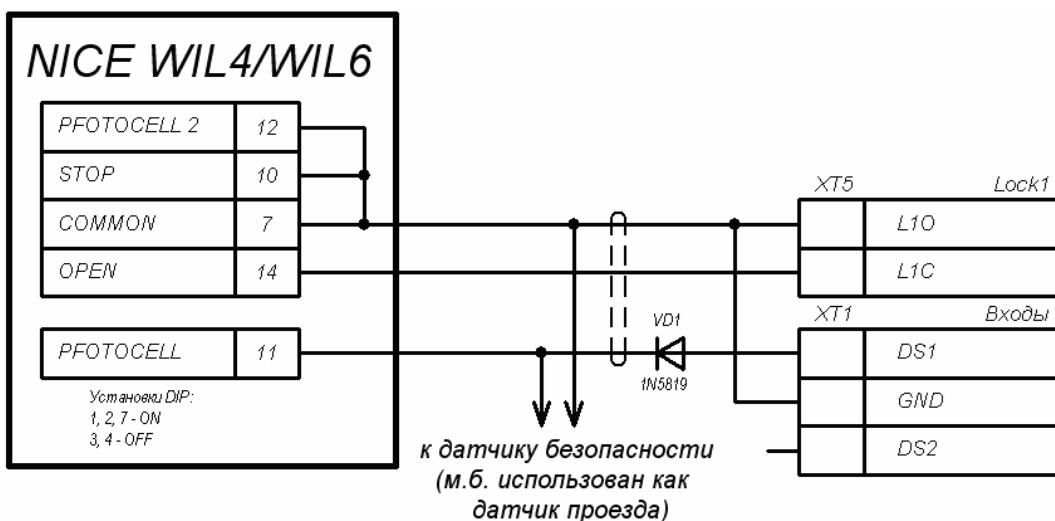

Рисунок 9. Пример схемы подключения шлагбаума NICE WIL4/WIL6 к контроллеру автотранспортной проходной
- Пример схемы подключения шлагбаума *NICE WIL4/WIL6* представлен на рис. 9.